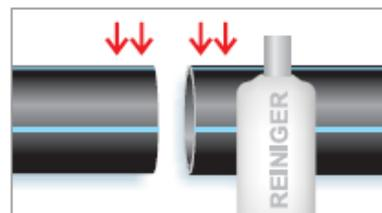

Abb. 10: Reinigen der bearbeiteten Oberfläche des Mediendruckrohres
5. Rohroberfläche ist vorteilhaft mit einem Rotationsschälgerät (alternativ Ziehklinge) spanend zu bearbeiten (konstanter Spanabtrag ca. 0,2 mm) Achtung: Spanabtrag max. 0,2 mm | Abb. 10